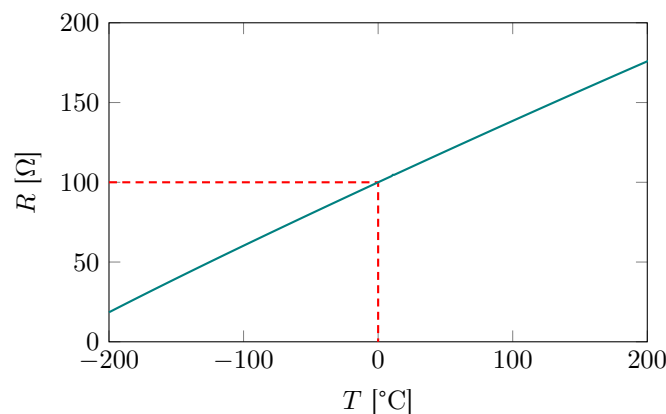

Abbildung 7: Darstellung der tabellierten $R(T)$ -Werte eines Pt100-Widerstands.
Pt100: Laden Sie sich vorab den Pt100 Datensatz herunter und nehmen Sie eine lineare Anpassung $R(T) = R_0 + m \cdot T$ der Daten vor, vergleiche Abb. 7. Sie werden im Laufe dieses Versuchs die Parameter R_0 und m benötigen.
- 👉 Berechnen Sie den Widerstand des Temperatursensors nach dem ohmschen Gesetz und zeigen Sie den entsprechenden Wert an. Rechnen Sie den Wert anhand Ihrer vorbereiteten linearen Anpassung des Pt100 Datensatzes in eine Temperatur um (linearen Zusammenhang zwischen R und T ausnutzen, siehe Abb. 7) und zeigen Sie die gemessene Temperatur in °C an.